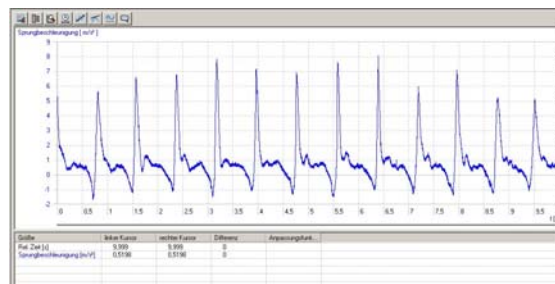

Fig. 1 Comportamiento de aceleración característico en el tobillo de una persona “saltando sobre una cuerda”, registrado con el 3B NETlab™ (U11310)
- En el 3B NETlab™ se inicia el registro de curva de medida (Fig. 1).
Se observa en la Fig. 1 la actuación permanente de la aceleración de la gravedad de $9,81 \text{ m/s}^2$, la cual introduce en la curva un valor de fondo de 1-g.